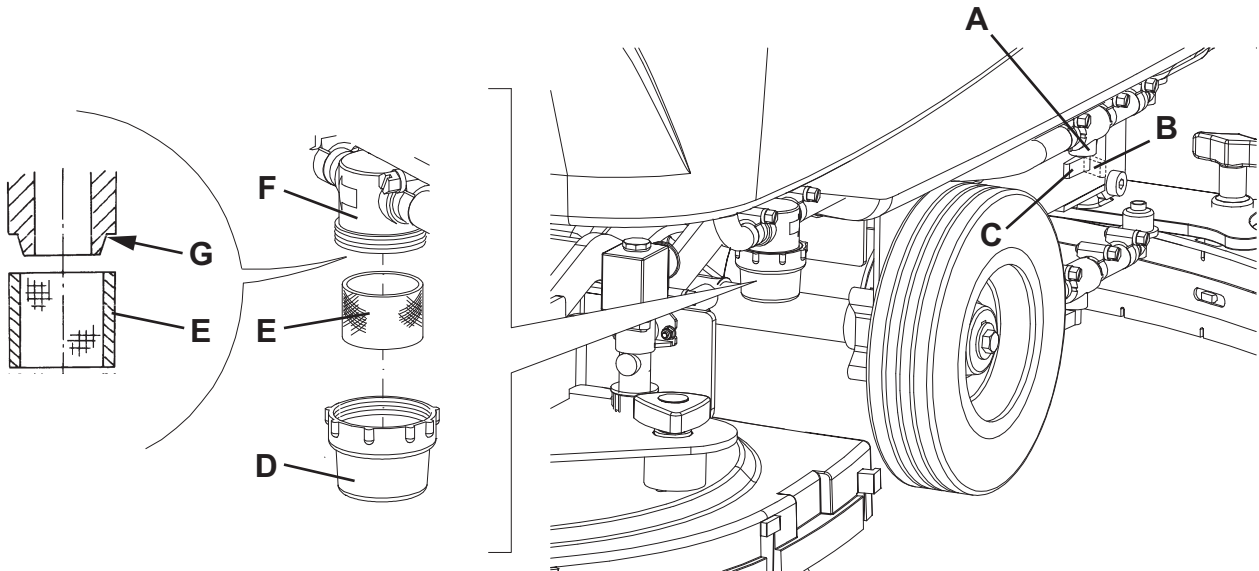

Figure 6
3. Fermer le robinet (A, Fig. 6) de la solution situé dessous la machine, derrière la roue arrière droite. Le robinet (A) est fermé quand il se trouve dans la position (B) par rapport au robinet et il est ouvert quand il se trouve dans la position (C).
4. Déposer le couvercle transparent (D), puis déposer le filet filtrant (E). Les nettoyer et les reposer sur le support (F).
1. Débrancher le connecteur (12) des batteries.
2. Déplacer le tuyau de vidange de l'eau de récupération (16).
3. Si équipé, déposer le câble (I, Fig. 6) du chargeur de batterie du logement (J).
4. Déposer les vis (A) et déplacer le tableau (B) avec soin en dégageant la bague en caoutchouc (K) de son logement dans le tableau (B).